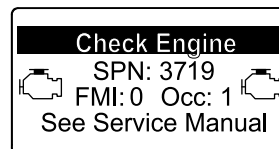

Bild 59
- Wenn eine Wiederherstellung-Regenerierung erforderlich ist, wird im InfoCenter die Motorwarnung SPN 3719, FMI 16 (Bild 59) angezeigt, und der Computer verringert die Motorleistung auf 85 %.